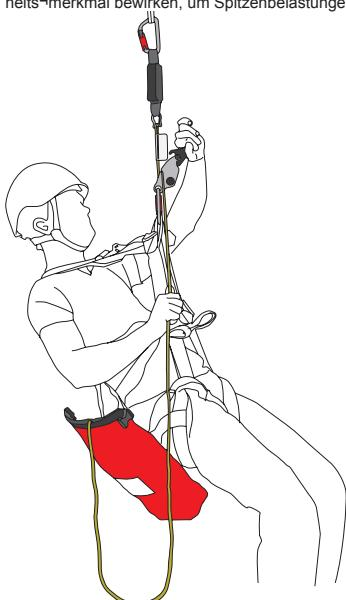

Abb. 2
3. Befestigen Sie das Abseilgerät mit dem Karabinerhaken an einem vorderen Befestigungspunkt des Gurtzeugs Abb. 2 – (unterer EN813-Befestigungspunkt am Gurtzeug wird empfohlen). Sicherstellen, dass beide Karabinerhaken komplett entsperrt sind.